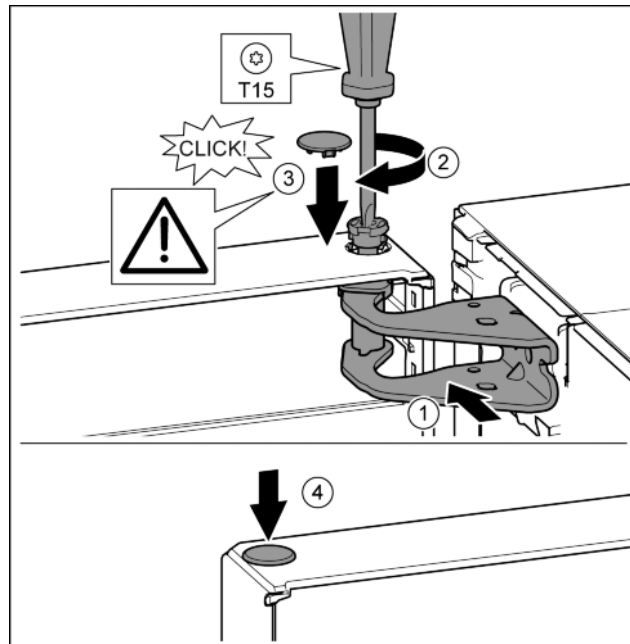

Fig. 24
- Fent igazítsa a csapágýbak nyílásához az ajtót. Fig. 24 (1)
- Helyezze be a csapot, és a T15 csavarhúzóval húzza meg. Fig. 24 (2)
- Az ajtó biztosítása érdekében szerelje fel a biztonsági fedelet: Helyezze fel a biztonsági fedelet, és ellenőrizze, hogy felfekszik-e az ajtóra. Egyébként a csapszeget teljesen helyezze be. Fig. 24 (3)
- Helyezze be a dugót. Fig. 24 (4)